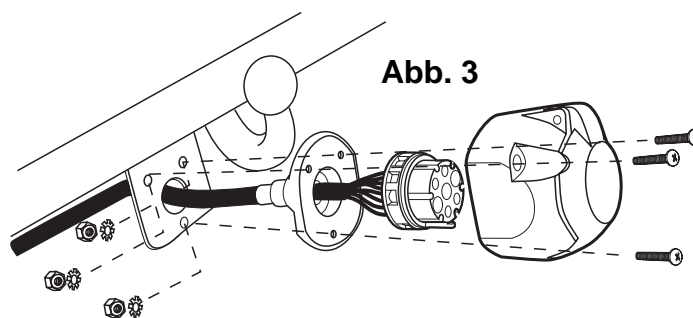

Abb. 3
- Steckdose mit den beiliegenden Schrauben, Zahnscheiben und Muttern am Steckdosen-Halteblech der Anhängerkupplung befestigen (**siehe Abb. 3 und 4**).